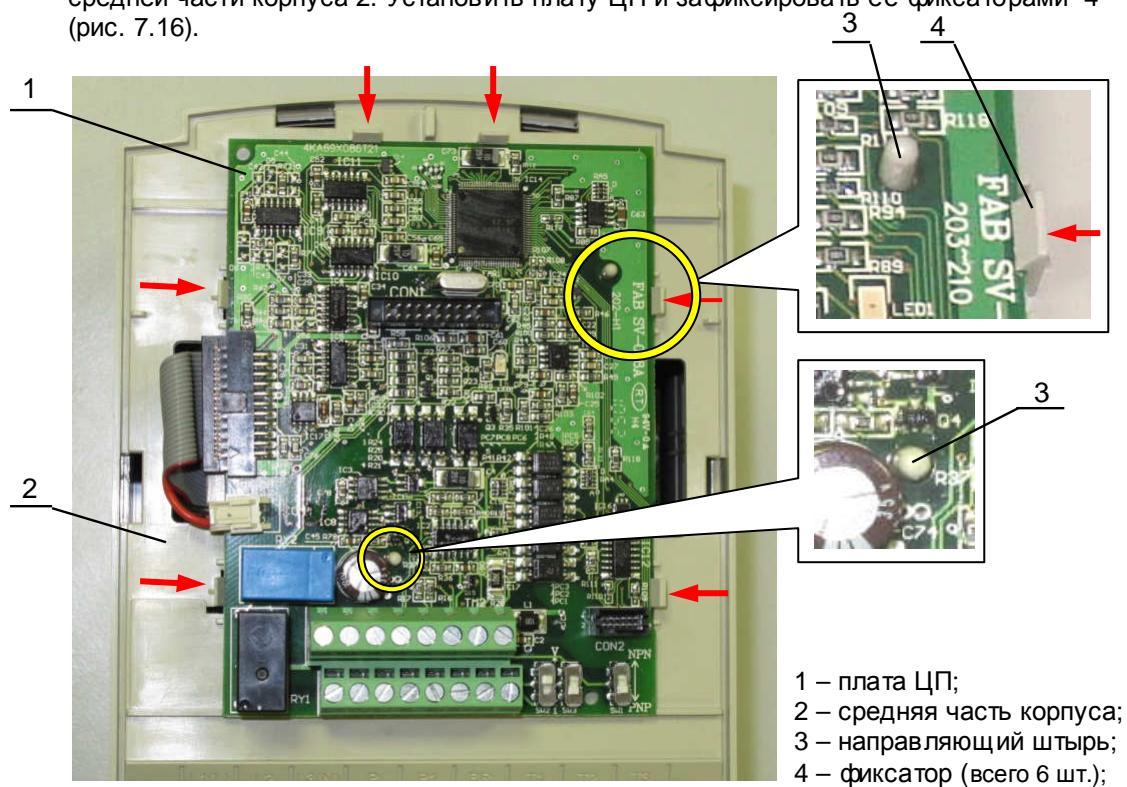

Рис. 7.16.
7.7.2. Совместить установочные отверстия в плате ЦП с направляющими штырями 3 средней части корпуса 2. Установить плату ЦП и зафиксировать её фиксаторами 4 (рис. 7.16).